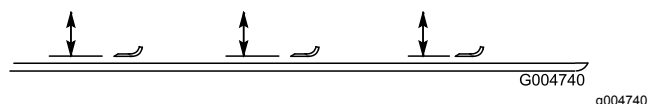

Рисунок 137
4. Поверните нож так, чтобы его концы были направлены вперед и назад, и измерьте расстояние между внутренней частью деки газонокосилки и режущей кромкой в передней части ножа (Рисунок 137).